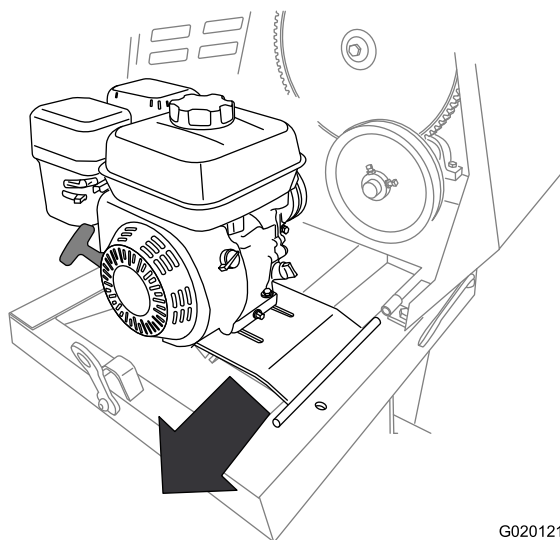

Figura 51
11. Retire el motor y la chapa del motor de la máquina (Figura 51).
10. Deslice la chapa del motor hacia atrás para retirarla del soporte delantero de la bisagra (Figura 51).
2. Alinee el pivote de la chapa del motor con el soporte delantero de la bisagra (Figura 51).
3. Deslice la chapa del motor hacia adelante encajando el pivote en el soporte delantero de la bisagra (Figura 51).
4. Alinee el soporte trasero de la bisagra con el pivote de la bisagra de la chapa del motor (Figura 51).